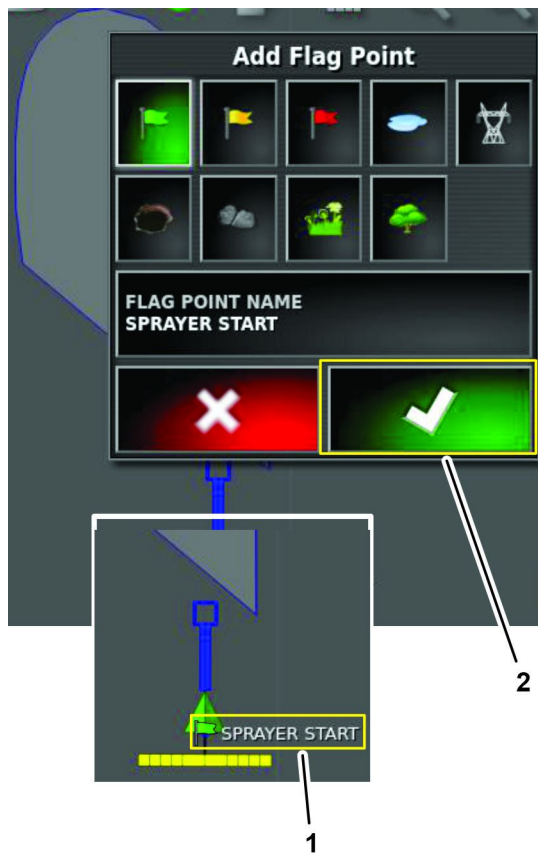

Bild 82
6. Tippen Sie im Dialogfenster Markierungspunkt hinzufügen auf das Bestätigen-Symbol (**Bild 82**).